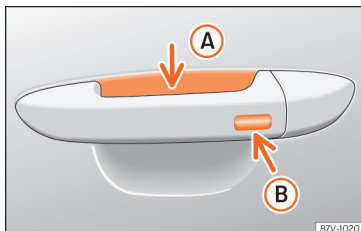

Рис. 50 Зовнішня ручка дверей: тактильні датчики.
»» рис. 50
- Торкніться тактильного датчика »» рис. 50 Ⓑ на зовнішньому боці ручки дверей. Показники повороту блимають один раз.
- Упродовж 5 секунд торкніться тактильного датчика на зовнішньому боці ручки дверей »» рис. 50 Ⓑ. Але не беріться за ручку рукою! Система безключового доступу тимчасово відключається.
Комфортне закривання всіх електричних склопідйомників: кілька секунд тримайте палець на тактильному датчику »» рис. 50 Ⓑ на ручці дверей, доки вікна закриються до кінця.